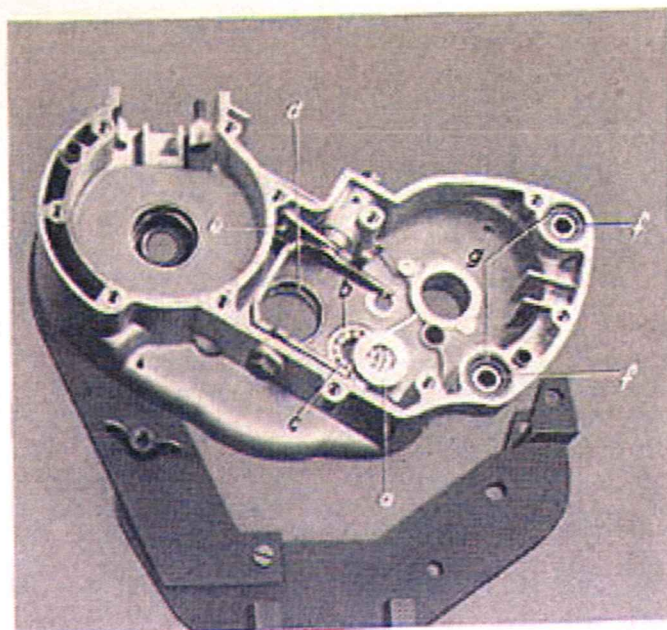

Bild 36
4.23 Lager-Hauptwelle Zwischenscheibe 244 390 (a) einlegen und Außenring 232 120 (b) einpressen. 13 Rollen (c) 4x6 mm in Heißlagerfett einlegen und mit Zwischenscheibe 244 390 (a) abdecken. (Bild 36)
4.24 Lager-Vorgelegewelle Schulterlager - Außenring (d) - E 15 - für Kugellauflbuchse 286 791 einpressen. (Bild 36)
- 4.28 Zwei Fixierplatten (g) für Gummilager (f) einlegen. (Bild 36).